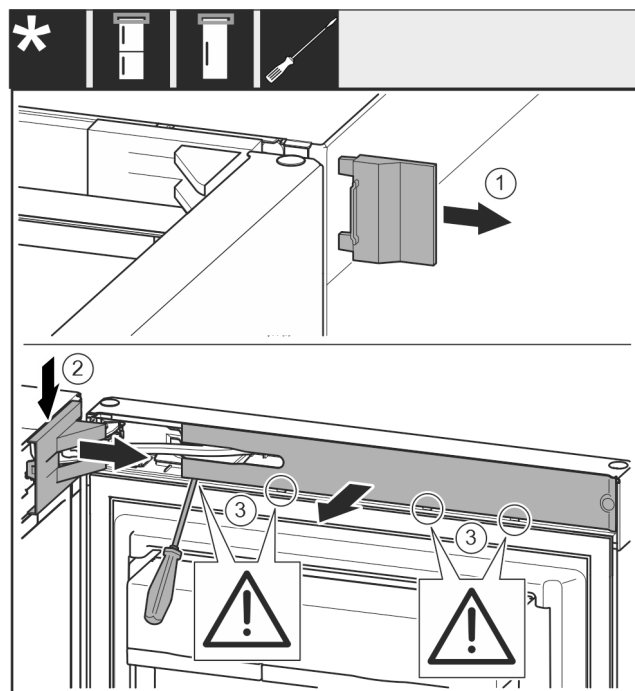

Fig. 5
- ▶ Tag den udvendige afdækning af Fig. 5 (1)
- ▶ Klik hængselkonsollens afdækning ud, og løsn den. Tag hængselkonsollens afdækning af. *Fig. 5 (2)*
- ▶ Løsn blindpladen med en flad skruetrækker, og drej den til side. *Fig. 5 (3)*